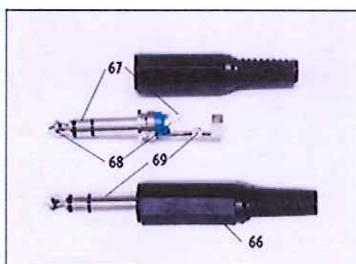

Fig. 63
Chaque alarme se connecte à la fiche (66) comme suit (voir la fig. 63) :